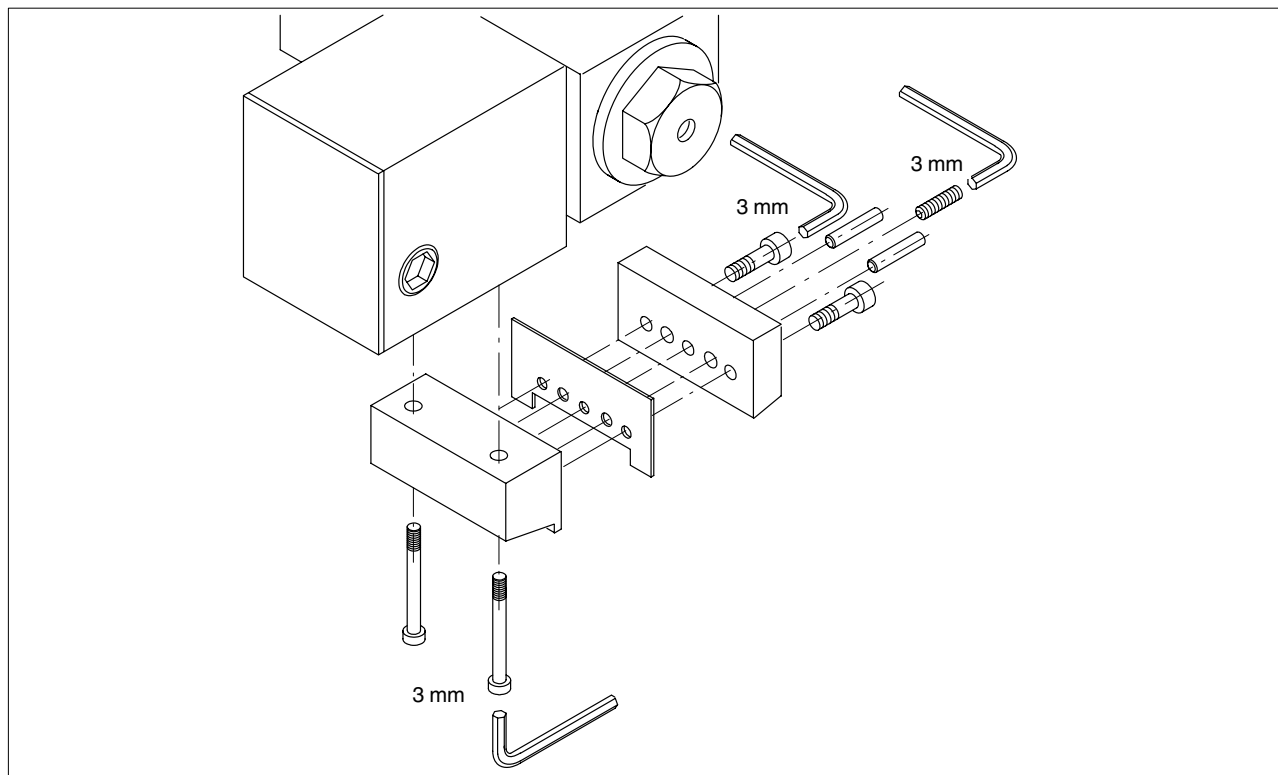

Fig. 16
2. Dévisser la buse et la démonter (voir Fig. 16).
2. Monter la buse comme indiqué dans la figure 16.
3. Visser à nouveau la buse complète sur l'embase à l'aide des vis de fixation (8).